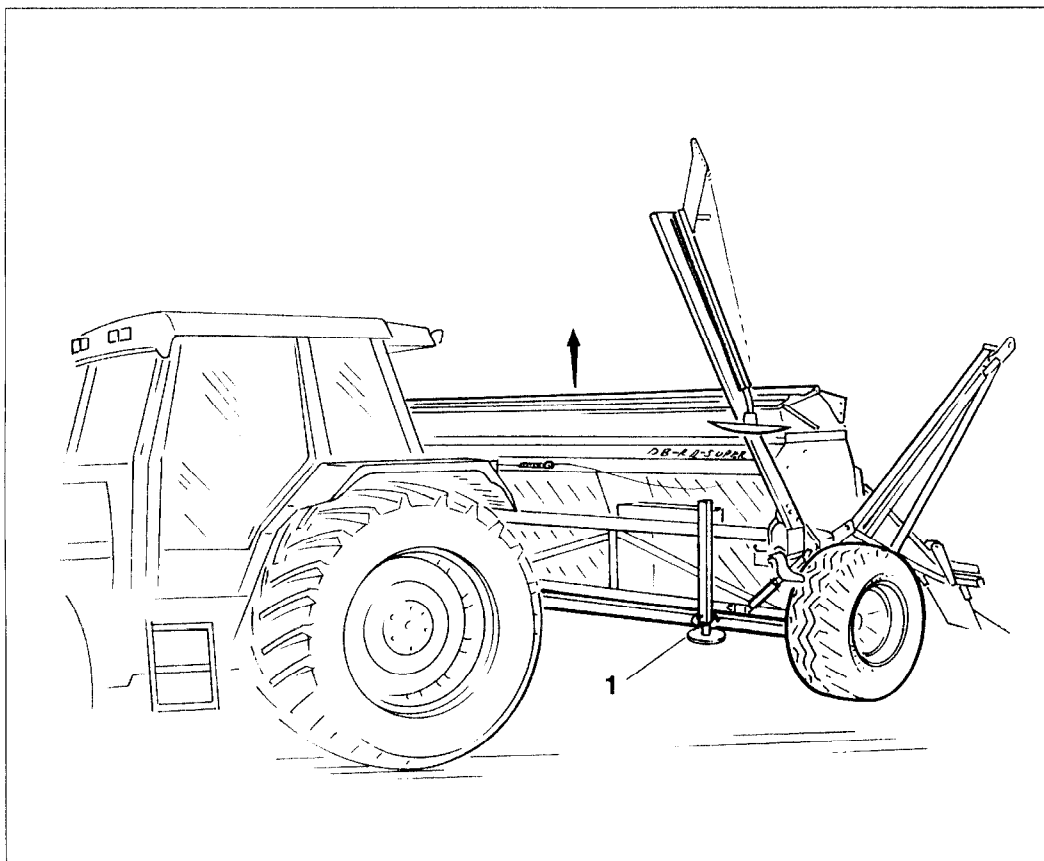

Fig. 20.4
Mettez la béquille de remisage (fig. 20.4/1) en position d'appui :
- Soulevez le semoir à l'aide du relevage hydraulique du tracteur comme le montre la figure 20.4.
- Atteler le semoir au troisième point (voir fig. 20.4) puis faites le soulever.